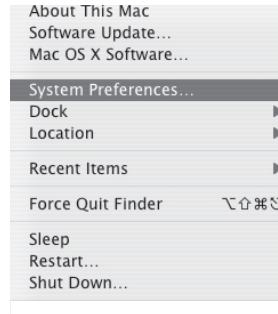

Figure 1
2. Pour sélectionner l'UB1 comme entrée audio de l'ordinateur, ouvrez les Préférences Système à partir de la station d'accueil ou du menu principal Apple (figure 1).